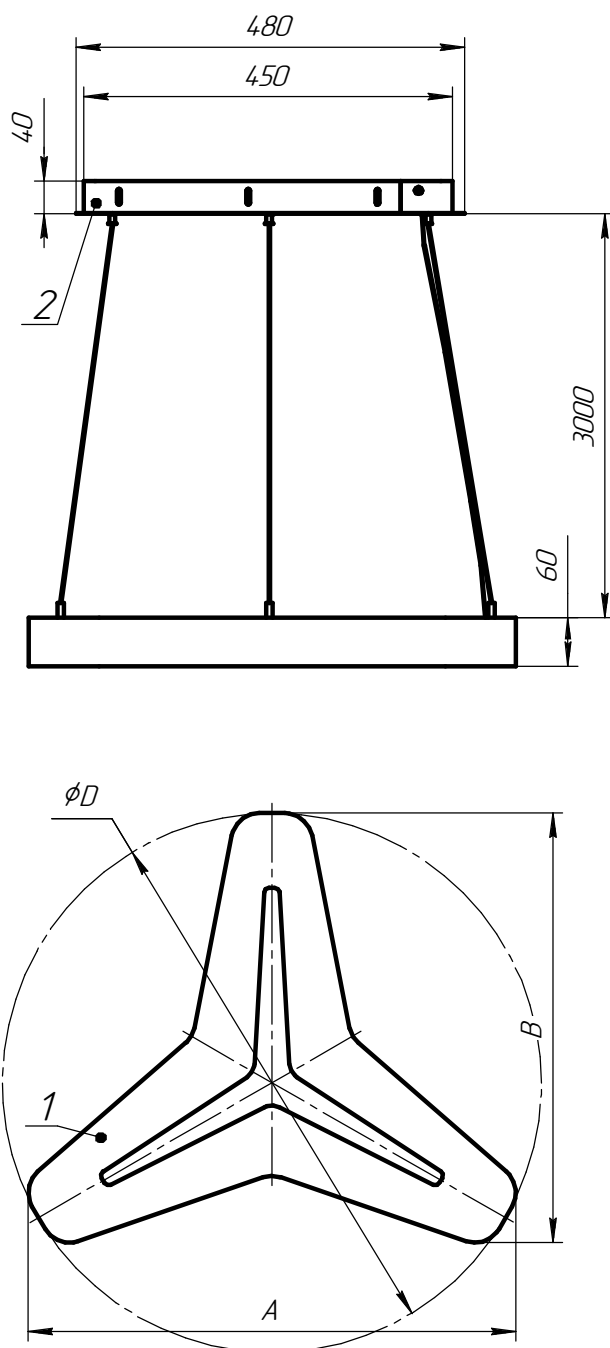

Рисунок 1 - Общий вид светильников серии ДСО33 Horizon Star
5.18 Снимите защитную пленку с корпуса поз.1 (рисунок 1)